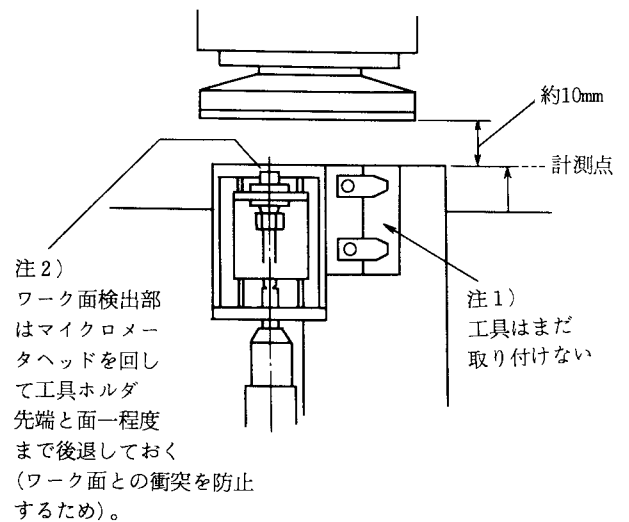

図1-6 計測点
- (3) 刃物台を計測点へ移動する。
① 刃物台切込みボタン②⑤を押し、リミットスイッチによって自動的に停止する位置まで刃物台を移動する。この時、工具ホルダ先端と加工物の距離は約10mmである (図1-6)。